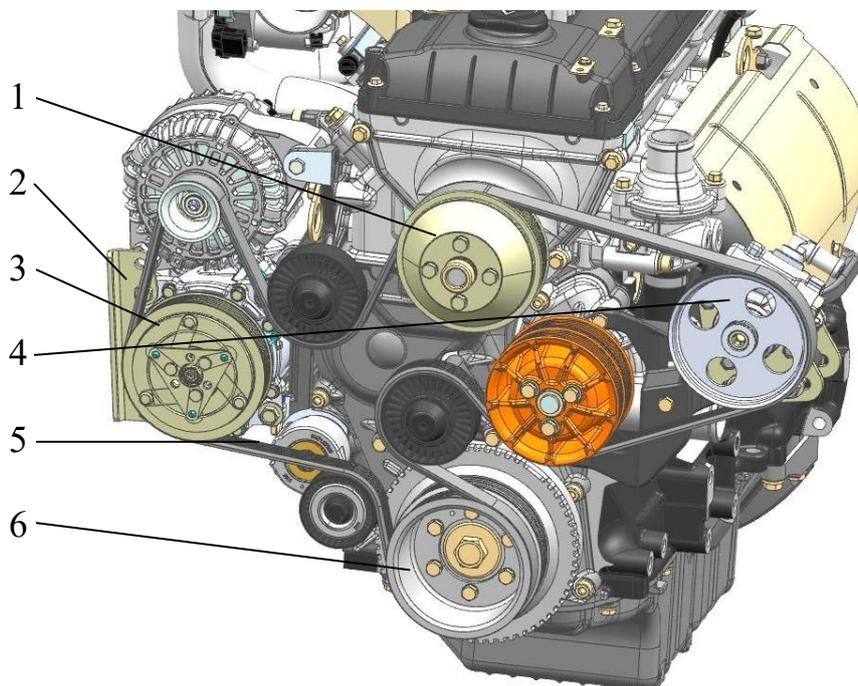

Рис.195. Установка ремня:
– установить компрессор кондиционера 3 (рис.195) , нижний кронштейн генератора 2, насос ГУР 4 и шкив вентилятора 1;